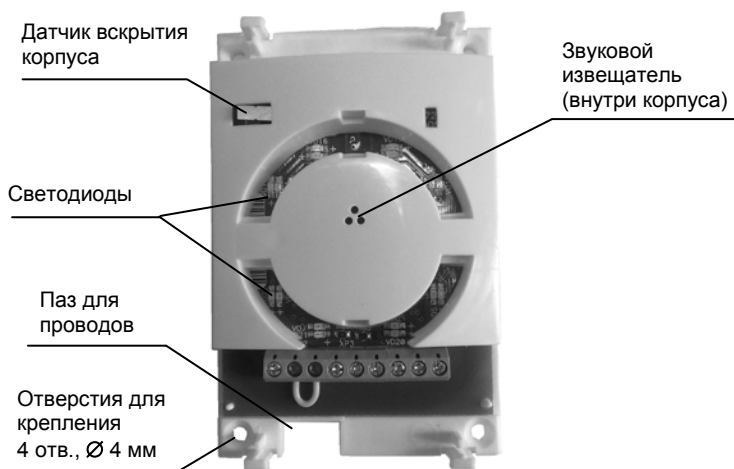

Рисунок 7 – Вид считывателя без крышки
- 3) уложить соединительные провода в канал (или протянуть через отверстие в стене) и протянуть их через паз в корпусе (см. рисунок 7);
В считывателе имеются встроенный звуковой извещатель и светодиоды (см. рисунок 7), которые предназначены для индикации состояния считывателя и реакции на поднесение кодоносителя.